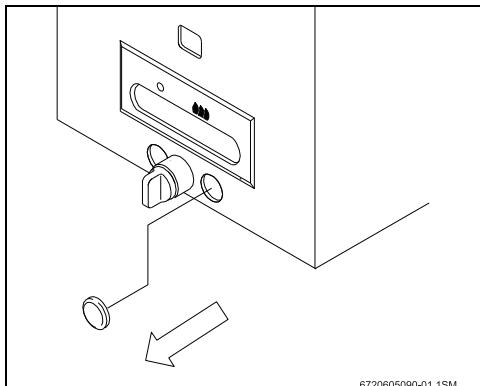

Bild 1
- Verschlussstopfen an der Mantelschale entfernen (siehe Bild 1).